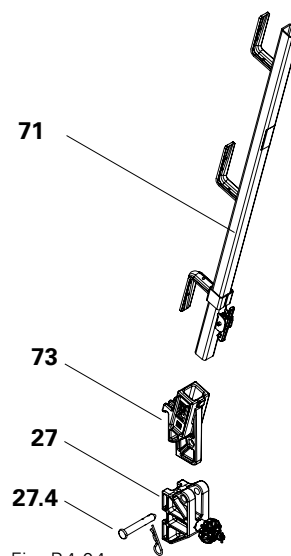

Fig. B4.04
1. Unire l'attacco parapetto frontale DUO (73) all'attacco puntelli DUO (27) con perno e inserto a molla (27.4).
2. Agganciare l'attacco puntelli DUO (27) con la vite di ancoraggio trasversale a un punto di attacco (10.3) nella parte superiore del pannello.
5. Inserire il montante PP (71) nell'attacco parapetto frontale DUO. (Fig. B4.04)